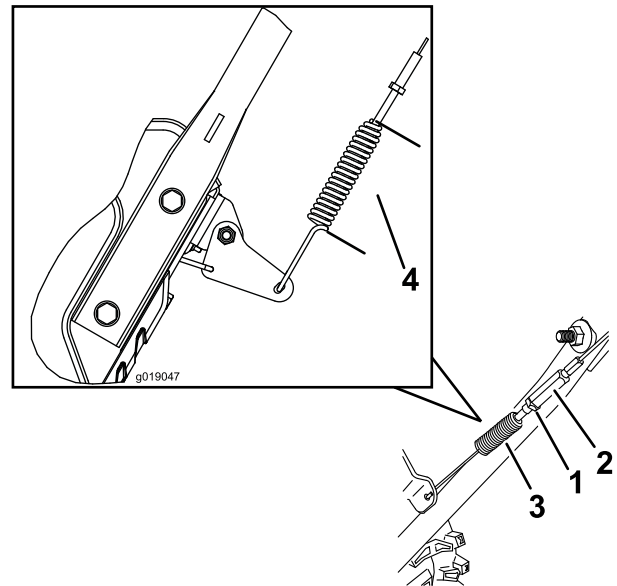

Figure 41
3. Desserrez ou serrez le tendeur pour régler la longueur du ressort à 7 cm (2,75 po) (Figure 41).
4. Serrez le contre-écrou (Figure 41) en vérifiant que le câble est légèrement tendu.